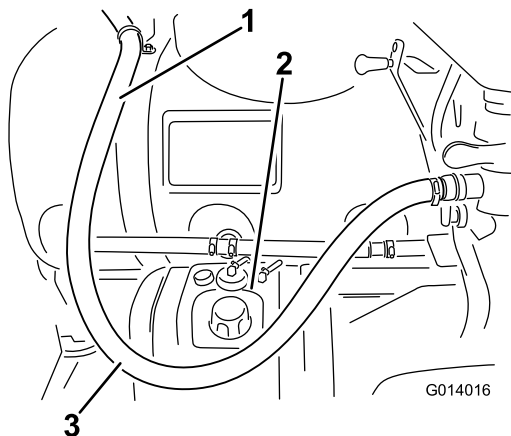

Figura 25
- Repase la disposición de la manguera. Compruebe que tiene suficiente holgura, según se muestra en Figura 25, para poder bajar el eyector.